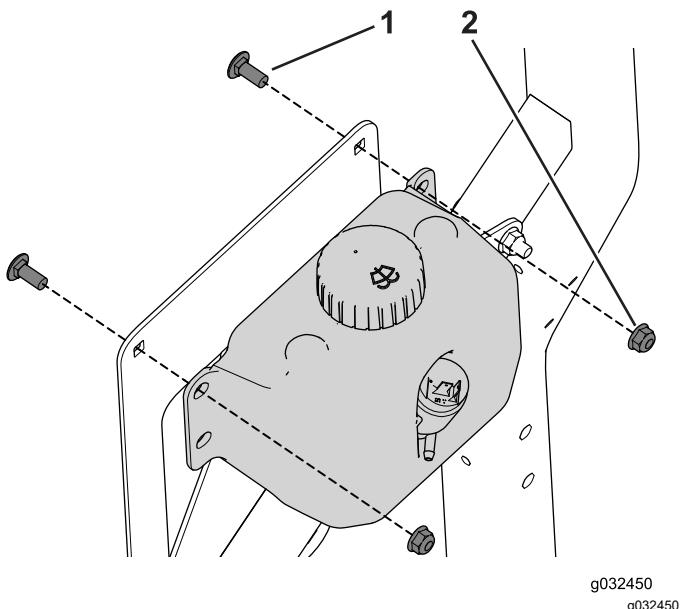

Bild 34
3. Befestigen Sie den Behälter für die Scheibenwaschanlage mit den zwei Schlossschrauben (5/16" x $\frac{3}{4}$ ") und Bundmuttern an der Halterung (Bild 34).